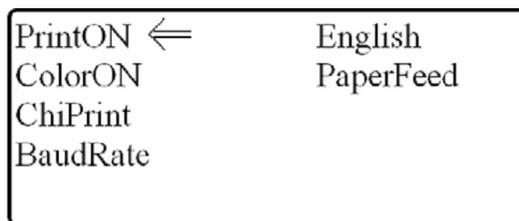

Fig. 18: “Setting Screen”
1. Premere il bottone “UP” e apparirà la videata: “Settings Screen” (Fig. 18).
1. Utilizzare i bottoni della tastiera per illuminare la voce “PrintON/PrintOFF” (Fig. 18).